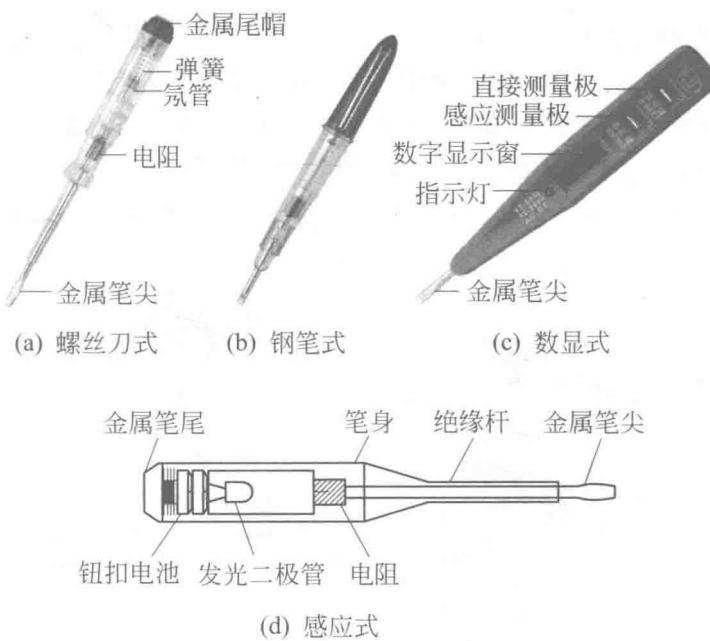

图 1-1 低压验电器
① 结构 常见的电笔有螺丝刀式和钢笔式两种，其外形与结构如图 1-1(a)、(b) 所示。电笔主要由氖管、电阻、弹簧及笔端、笔尾的金属体等构成。测电笔的测试范围多为 60~500V。电笔另外还有两种常见形式，分别是可以进行断点测量的数显式电笔以及可以测量
线路通断的由发光二极管和内置电池组成的感应式测电笔，其结构如图 1-1(c)、(d) 所示。